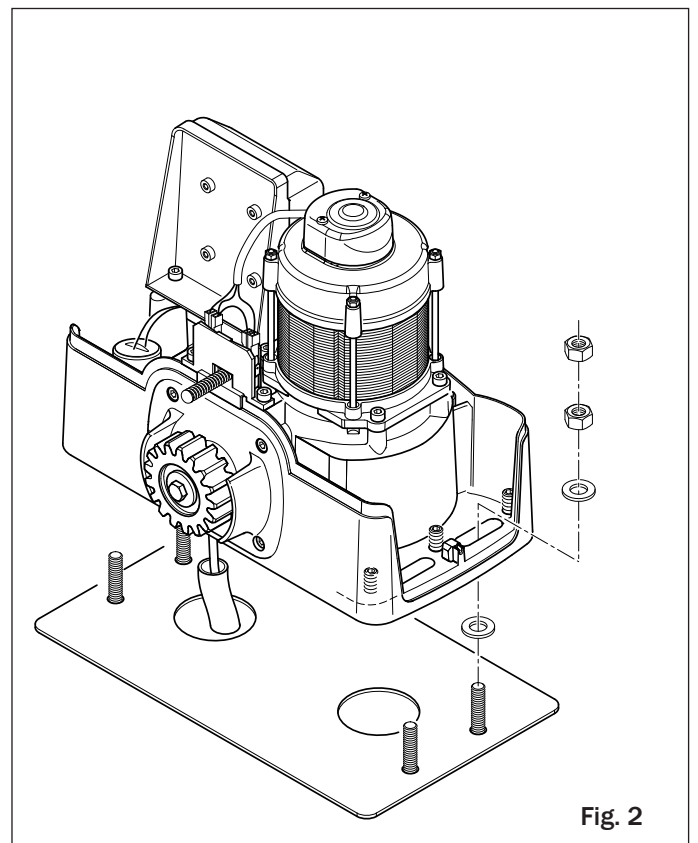

Fig. 2
- Posicione o G30 nos 4 tirantes, conforme indicado na fig. 2. Se necessário, desenrosque as porcas da chapa de base.